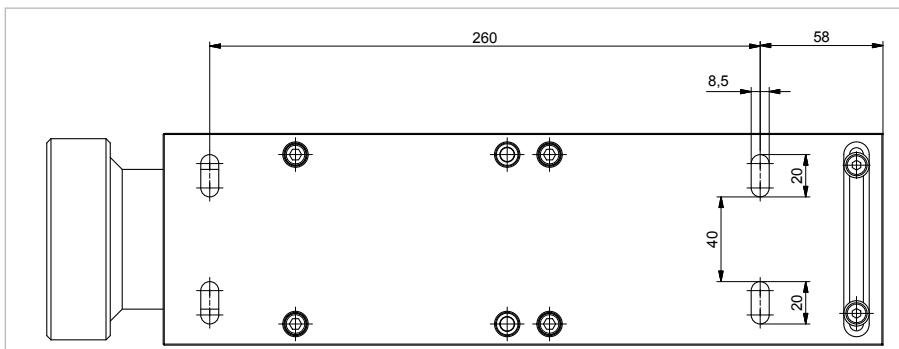

Abbildung 2
- Befestigen Sie die Halterung an den Haltebohrungen an der Tankstelle (*Abbildung 2*).